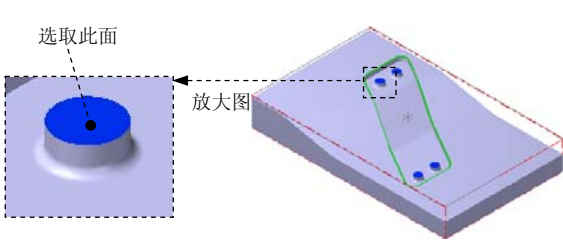

图 14.36 选取加工面
(1) 在图形区中选取图 14.36 所示的面（共 4 个面），然后按 Enter 键，系统弹出“刀具路径的曲面选取”对话框。